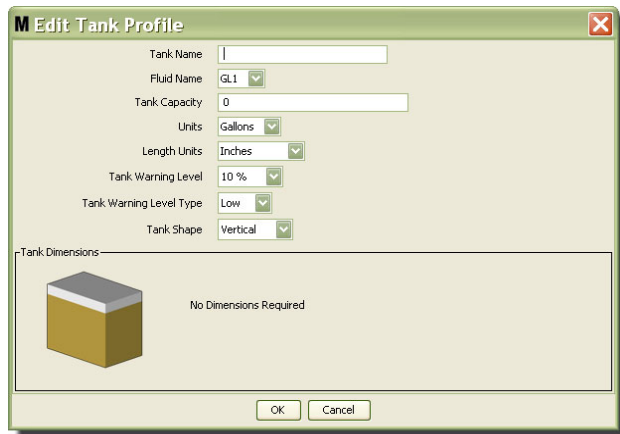

FIG. 73
3. Aparecerá la pantalla Editar perfil de tanque representada en la FIG. 73.